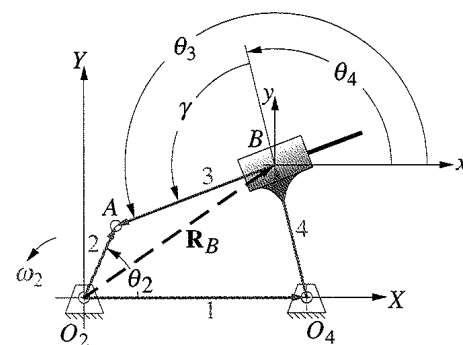

FIGURA P6-3 Configuración y terminología para los problemas 6-8 a 6-9
- *6-8 En la figura P6-3, se muestra la configuración general y la terminología de un mecanismo de cuatro barras manivela-corredera invertido. Las longitudes de los eslabones y los valores de θ_2 , ω_2 y γ se definen en la tabla P6-3. Para la(s) fila(s) asignada(s), dibuje el mecanismo a escala y encuentre las velocidades del punto A y B y la velocidad de deslizamiento en la junta deslizante mediante un método gráfico.